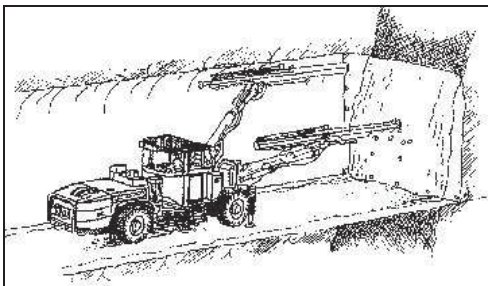
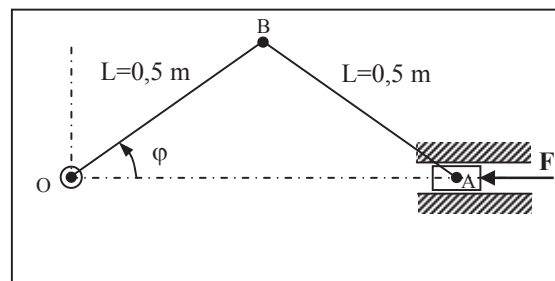
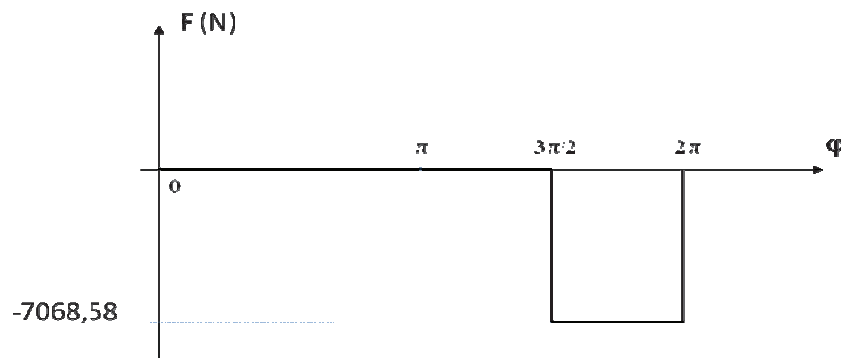

Figura 1. Máquina tuneladora.
Figura 2. Modelización del mecanismo.
Figura 3. Diagrama $F(\varphi)$.
La máquina tuneladora de la figura 1 necesita acoplar un volante de inercia para su funcionamiento óptimo. En la figura 2 se representa la modelización del mecanismo de dicha máquina, que es accionada por un motor rotativo de par constante acoplado a la manivela (OB). El proceso de excavación genera una fuerza resistente (F) sobre el acoplador (A) que se puede aproximar al diagrama de la figura 3. Se necesita que el proceso de excavar discorra en régimen estacionario: $300/\pi$ ciclos de carga por minuto girando a velocidad constante con un grado de irregularidad máximo de **0,05**.
Diseñar completamente el volante de inercia (calcular su inercia, masa y radio) en forma de disco macizo que debe acoplarse al mecanismo de la figura 2, teniendo en cuenta que por razones resistentes del material, la velocidad en la periferia del disco no debe superar los **10 m/s**.